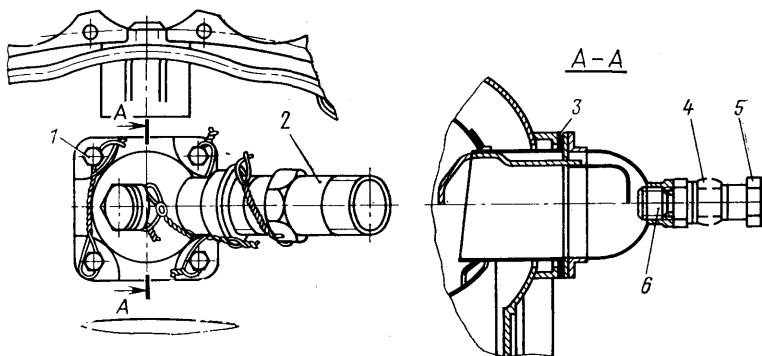

Рис. 10. К замене воспламенителя:
1. Отсоединить от запальной свечи 2 провод высокого напряжения (см. рис. 10).